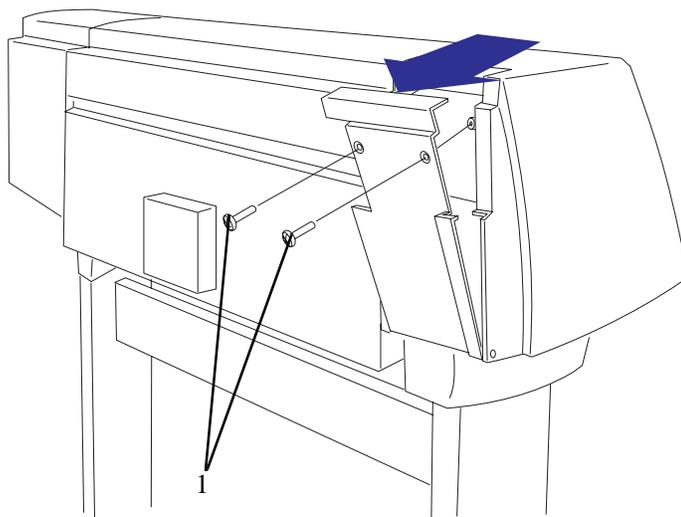
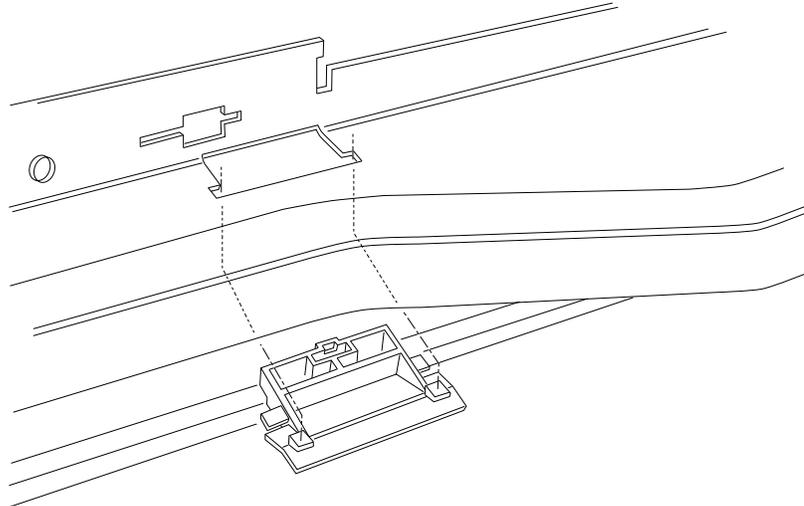

Figura 64: "Cover" Posterior del Lado Izquierdo
Figura 66: “Leak Detector”
Consulte de la Figura 64 a la Figura 66
2. Abra la puerta localizada en la parte de atrás del "cover" del lado izquierdo quitando los dos tornillos T15 (item 1) (consulte la Figura 64).
6. Libere el “Leak Detector” de la Impresora y quítelo como en la Figura 66.